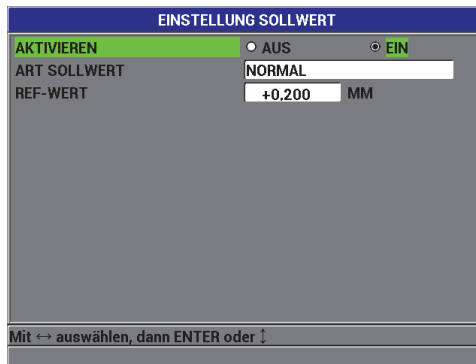

Abbildung 5-2 Fenster EINSTELLUNG SOLLWERT
3. Im Fenster **EINSTELLUNG SOLLWERT** (siehe Abbildung 5-2 auf Seite 107):